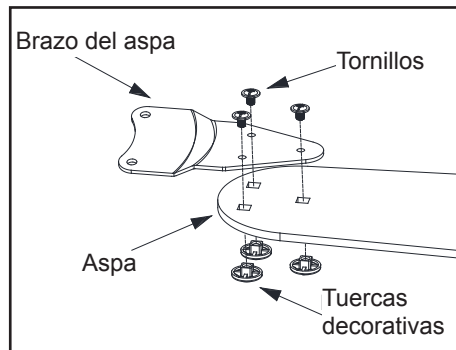

Figura 12
1. Monta un asa en el soporte de la misma usando las tuercas decorativas y los tornillos para montar las aspas incluidos. Inserta un tornillo de montaje de aspas a través del orificio del soporte del asa, el asa y dentro de la tuerca decorativa. Aprieta firmemente todos los tornillos. (Figura 12)
2. Repite estos pasos para cada asa y soporte de asa. (Figura 12)